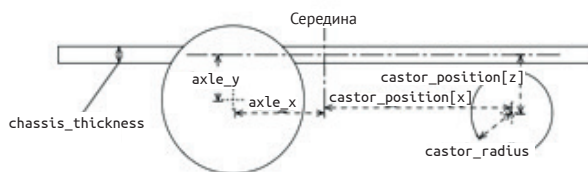

Рис. 16.1. Измерение параметров для виртуального робота
Нам нужно измерить параметры робота, как показано на рис. 16.1. Сначала выполните большие измерения, а затем на их основе измерьте более мелкие параметры.
На рис. 16.1 показано, что нужно измерить. Здесь представлено два взгляда (сверху и слева), что позволяет захватить все аспекты. Мы измеряем ширину и высоту основания (шасси) робота – обратите внимание, что для этого мы представили его в виде прямоугольника. Также нужно измерить диаметр и положение ведущих и поворотного колеса. Измерьте или приблизительно рассчитайте параметры для вашего робота. Для нашей задачи приблизительных расчетов будет достаточно. Положение опирается на центр шасси.
3. Помещаем результаты измерений, показанных на рис. 16.1, в переменные. У меня все измерения представлены в **миллиметрах (мм)**. Код показан в следующем фрагменте: